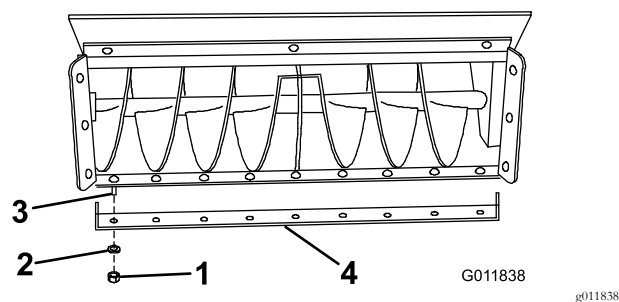

Figure 16
2. Retirez les écrous, les rondelles, les boulons de carrosserie et la lame racleuse (Figure 16).
3. Remplacez la lame racleuse et fixez la nouvelle lame avec les fixations retirées précédemment (Figure 16).